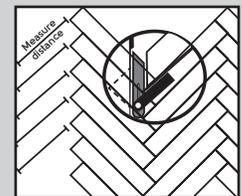

Fig. 9
10. El corte y la instalación de los tablonces adyacentes a las paredes deben realizarse de la siguiente forma: mida y marque los tablonces como se muestra en el diagrama. El ángulo de la pared se puede determinar con un medidor de ángulos (ver a continuación) (Fig. 9).